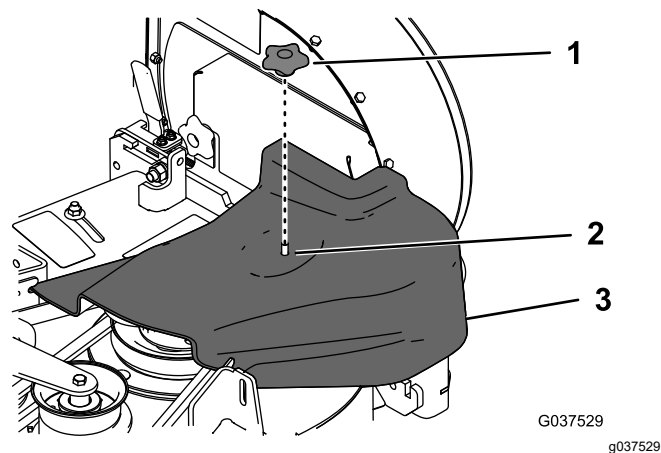

Figura 7
5. Instale a cobertura da correia e prenda-a aparafusando o manípulo no parafuso no rolete (Figura 7).